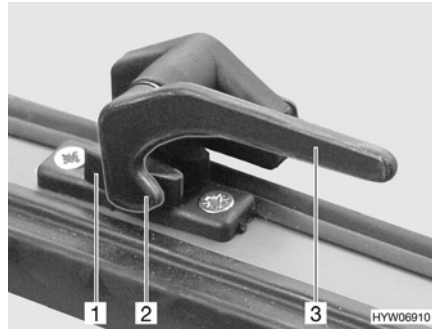

Bild 29 Låsarm i läget "stängd"
- Sväng låsarmen (Bild 29,3) ett kvarts varv mot fönstrets mitt.
- Sväng låsarmen (Bild 29,3) ett kvarts varv mot fönsterkarmen. Låsspaken (Bild 29,2) är placerad på insidan av fönsterlåset (Bild 29,1).
- I läget "helt stängt" (Bild 29)